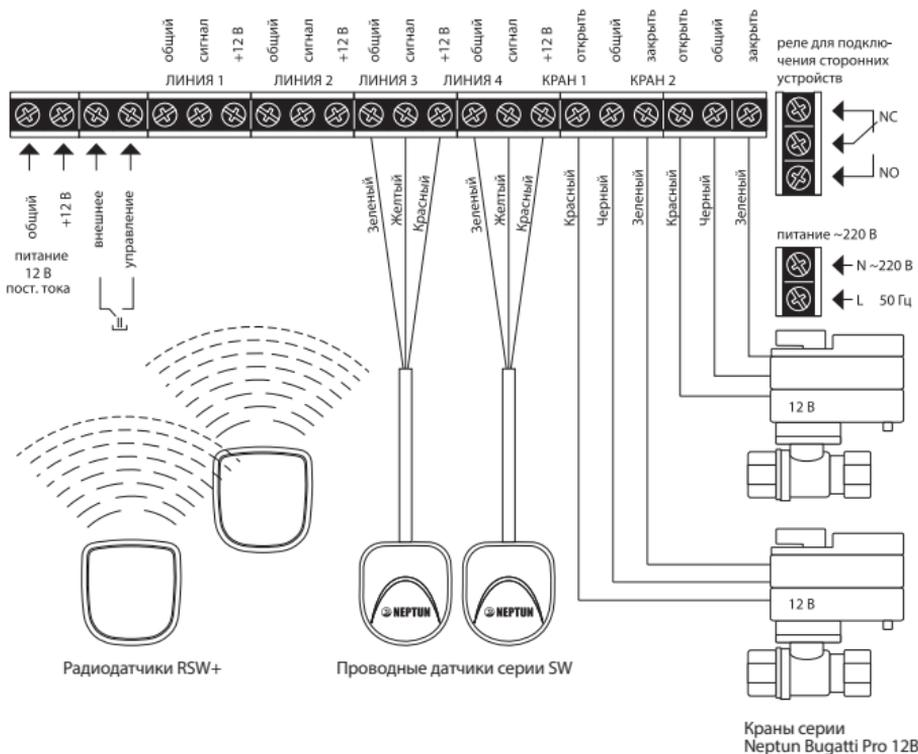
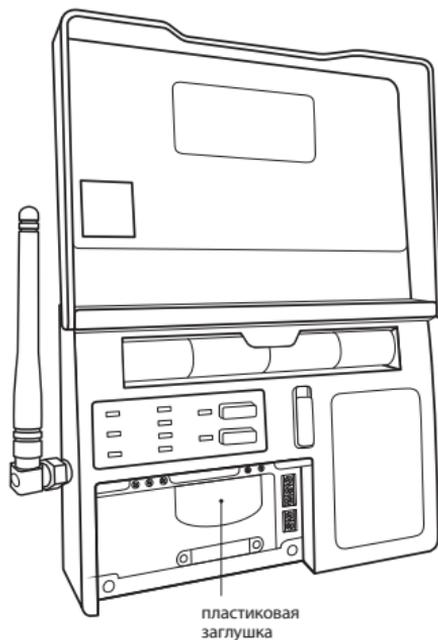

Рис. 13. Схема подключения модуля управления Neptun ProW+
Рис. 14. Вид Модуля управления Neptune ProW+ изнутри с открытой крышкой коммутационного отсека
4. Выполните подключение датчиков типа SW, проводов электропитания и кранов с электроприводами в соответствии со схемами, изображенными на рис. 13. При необходимости, для ввода проводов в коммутационный отсек удалите пластиковую заглушку, расположенную в нижней части корпуса прибора при помощи отвёртки (рис. 14).